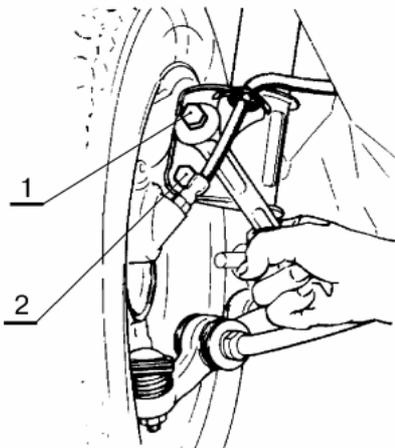

Рисунок 6 - Регулировка развала переднего колеса автомобилей ВАЗ 2108, 2109, 21099, 2113, 2114, 2115, 2110, 2111, 2112, 1111, 1117, 1118, 1119, 2170:
5.2.1 Ослабить гайки болтов 1 и 2, рисунок 6, крепления стойки (ключ гаечный 19 - 2 шт.).
6.2.1 Ослабить гайки болтов 1 и 2, рисунок 6, крепления поворотного кулака к телескопической стойке (ключ кольцевой 19, головка сменная 19 и вороток).